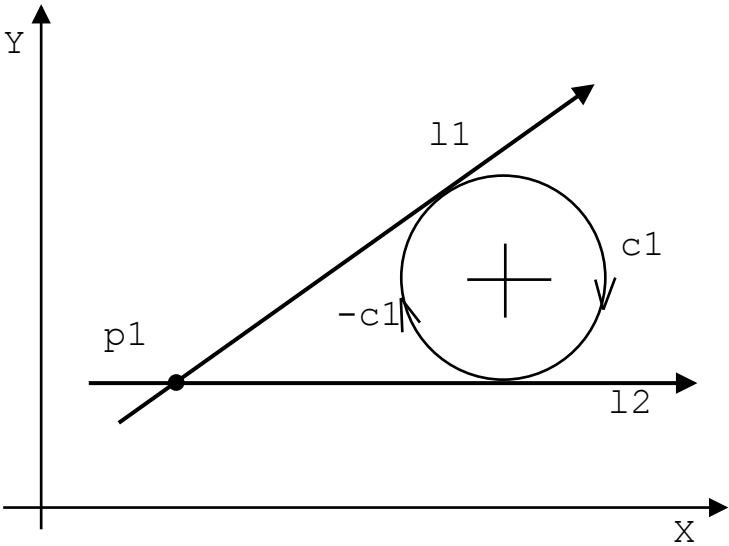

Рисунок 2.71
- прямая, касательная к окружности и проходящая через точку (рисунок 2.71):